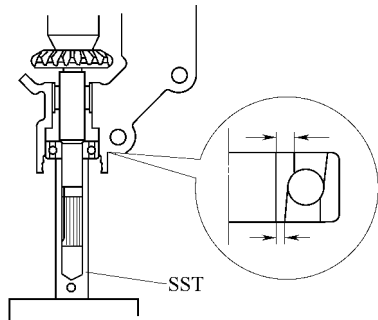

图 16-91 用转向机壳大修工具压入轴承
- 2) 使用转向机壳大修工具压入轴承，如图 16-91 所示。